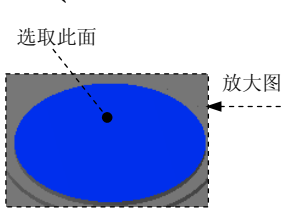
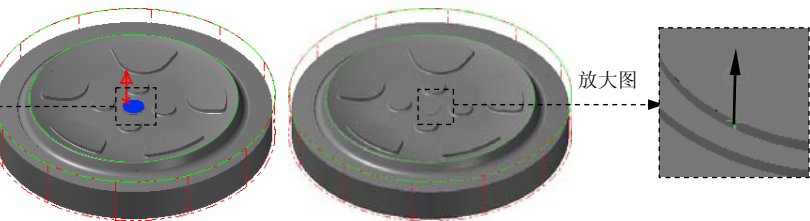

图 15.49 定义附着面
图 15.50 定义边界位置
(1) 选择命令。选择下拉菜单  **绘图**   **曲面曲线**   **单一边界** 命令。
(2) 定义附着曲面和边界位置。在图形区选取图 15.49 所示的面为附着曲面，此时在所选取的曲面上出现箭头。移动鼠标，将箭头移动到图 15.50 所示的位置单击鼠标左键，此时系统自动生成创建的边界预览。单击  按钮完成指定边界的创建，同时系统弹出“创建所有边界线”工具栏。
(3) 单击  按钮完成所有边界的创建。